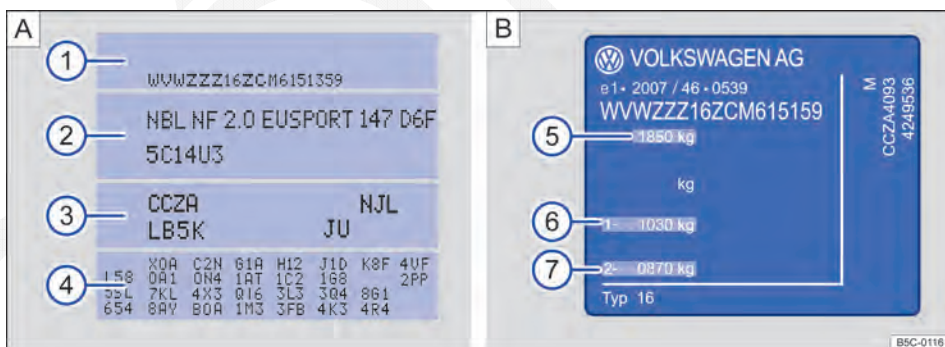

Fig. 17 **A** Etiqueta de dados do veículo: na imagem de exemplo com o código do motor CCZA **3**. **B** Plaqueta de identificação.
A etiqueta de dados do veículo ⇒ Fig. 17 está colada no revestimento do compartimento de bagagem traseiro na parede do compartimento de bagagem e contém os seguintes dados:
- ① Número de identificação do veículo (número do chassi)
- ② Modelo de veículo, potência do motor, transmissão
- ③ Código do motor e da transmissão, código da cor, acabamento interno. No exemplo, o código do motor é “CCZA” ⇒ Fig. 17.
- ④ Equipamentos opcionais, números PR
A plaqueta de identificação ⇒ Fig. 17 pode ser vista na coluna da porta após a abertura da porta do condutor. Veículos para determinados países de exportação não possuem plaqueta de identificação.